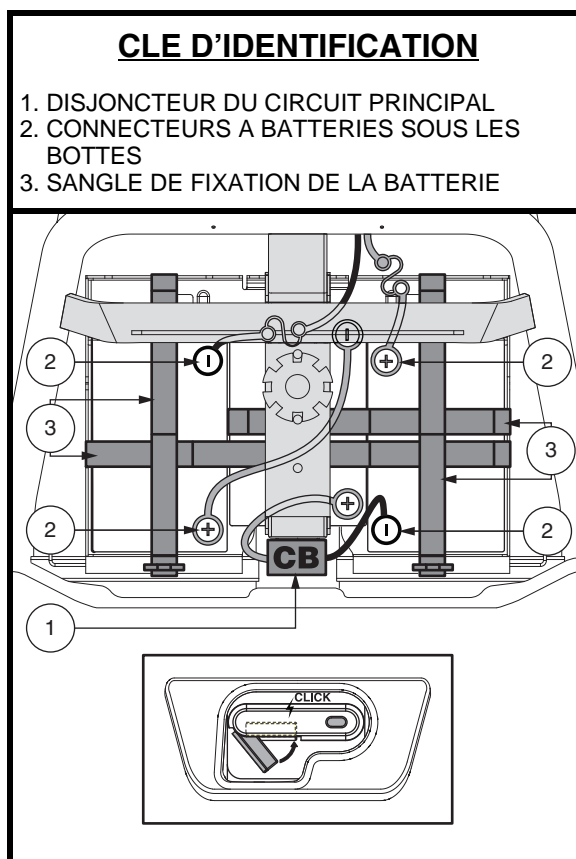

Figure 12. Enlèvement/installation des batteries et connexions
6. Placez une nouvelle batterie dans chaque puits à batterie conformément au schéma de câblage de la batterie comme indiqué sur la **figure 12.**